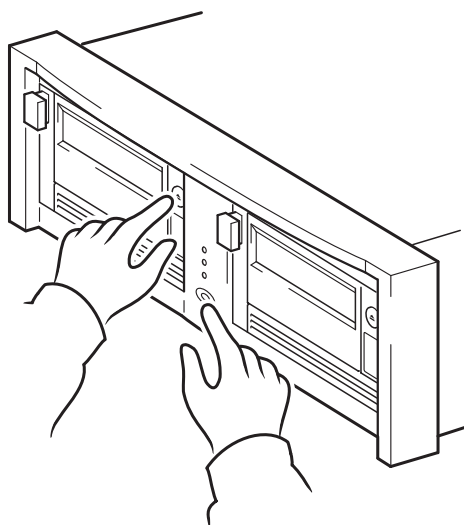

Figura 10b: uso de HP OBDR, paso 2
- 2 Mantenga presionado el botón de expulsión de la unidad de cinta. Con el botón de expulsión presionado, encienda matriz de cintas del servidor y la del servidor (véase la Figura 10b). Esto activa el proceso de HP One-Button Disaster Recovery. Suelte el botón cuando parpadee el LED Preparado del panel frontal en la secuencia OBDR. Dicha secuencia consiste en el siguiente patrón: parpadeo-encendido-parpadeo.